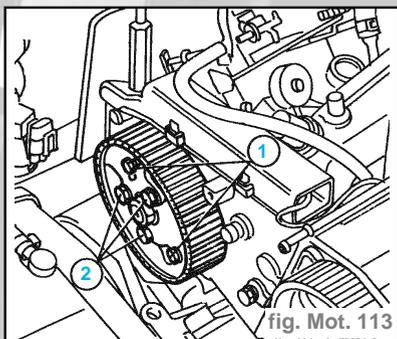

fig. Mot. 113
- Bloquer la rotation de la poulie d'entraînement de la pompe d'injection en vissant deux vis temporaires (1) dans les trous se trouvant sur le support de pompe, puis dévisser les vis (2) de fixation de la poulie, dévisser les vis (1) et déposer la poulie (fig. Mot. 113).